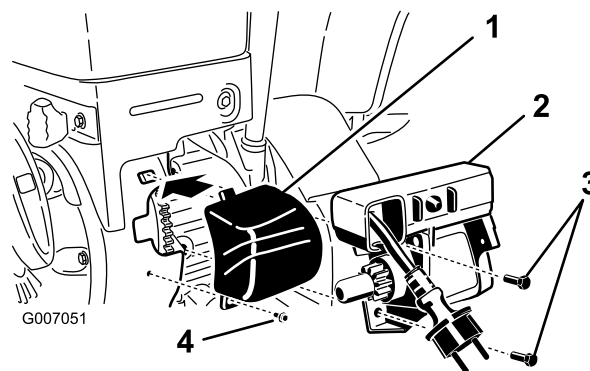
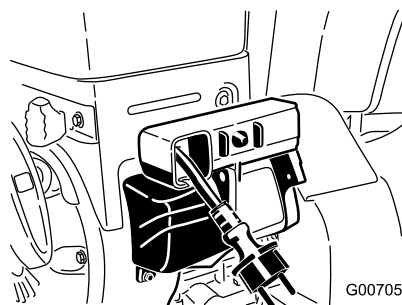

Bild 2
Bild 3
- Bauen Sie den Elektrostarter mit 2 Torx-Kopfschrauben aus den Einzelteilen fest ein, wie in Bild 2 dargestellt.
- Montieren Sie die Starterabdeckung, indem Sie die Lasche in den Schlitz stecken und sie unten mit einer 7 mm Sechskantschraube aus den Einzelteilen (Bild 2 und Bild 3) befestigen.